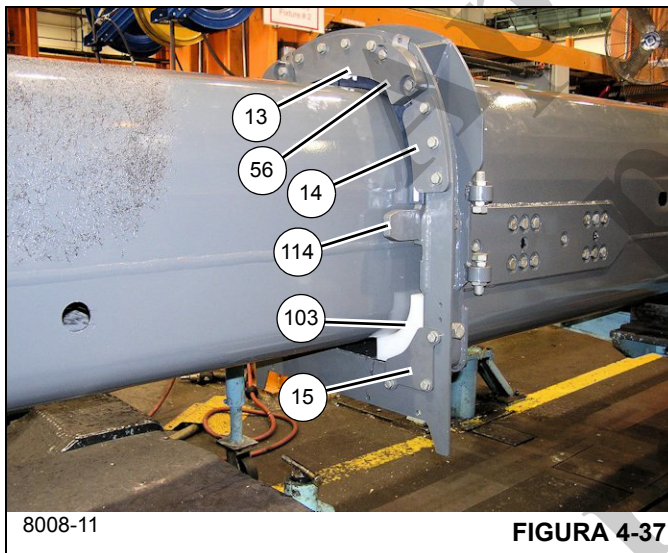

FIGURA 4-37
- 36. Insira três quartos da extensão do telescópio 4 (5) no telescópio 3 (4).
- 37. Instale a placa antirolagem (114) no interior do telescópio 3 (4) usando os dois parafusos (105) (lados esquerdo e direito) (consulte a Figura 4-37).
- 38. Usando um elevador e uma linga adequados, eleve um pouco a parte dianteira do telescópio 4 (5) com a finalidade de instalar as placas de desgaste na parte dianteira do telescópio 3 (4).
- 39. Instale a placa de desgaste superior (103) na parte dianteira do telescópio 3 (4) usando os dois parafusos (27) e porcas (28) (lados esquerdo e direito); assegure-se de que a porção mais fina da placa de desgaste superior (103) esteja orientada para o lado do telescópio 3 (4) (consulte a Figura 4-37).
- 40. Instale a placa de retenção (15) na parte dianteira do telescópio 3 (4) usando os três parafusos (19), seis arruelas lisas (16), três arruelas de pressão (17) e três porcas (18) (lados esquerdo e direito) (consulte a Figura 4-37).
- 41. Abaixe o telescópio 4 (5) sobre as placas de desgaste recém-instaladas (103).
- 42. Instale os calços (100) e as placas de desgaste dianteiras inferiores (101, 102) na parte inferior do telescópio 3 (4).
- 43. Instale as placas de retenção esquerda, direita e inferior (2x-14, 13) na parte dianteira do telescópio 3 (4) usando os parafusos (19), arruelas lisas (16), arruelas de pressão (17) e porcas (18) (consulte a Figura 4-37).
- 44. Instale o calço de parada (56) na parte dianteira do telescópio 3 (4) usando os dois parafusos (58), quatro arruelas (16), duas arruelas de pressão (17) e duas porcas (18) (lados esquerdo e direito) (consulte a Figura 4-37).